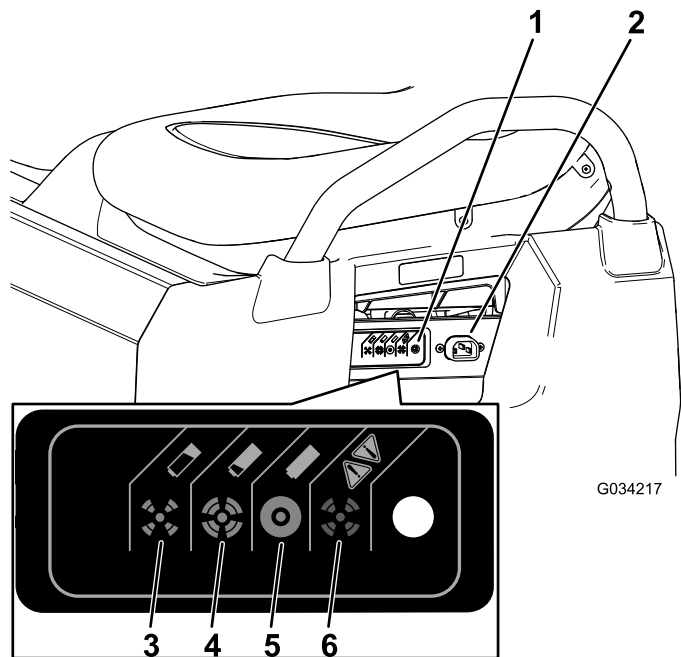

Bild 35
- Schließen Sie ein **16er (oder dickeres) 2,5 m oder kürzeres Ladekabel** an der Ladesteckdose der Maschine an (Bild 35).
In der folgenden Tabelle und in Bild 35 finden Sie Informationen über die Bedeutung der verschiedenen Farben der Statuslampe am Ladegerät.